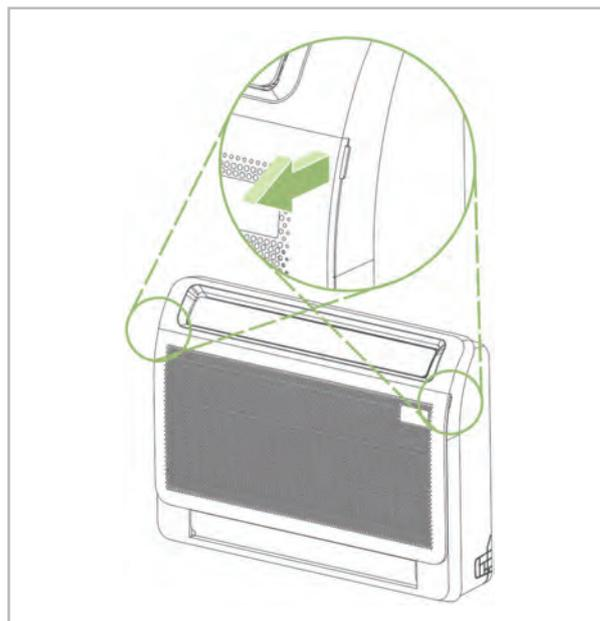

Abb. 29: Öffnen des Lufteintrittsgitters
1. ➔ Öffnen Sie das Lufteintrittsgitter (siehe Abb. 29).
1. ➤ Öffnen Sie das Lufteintrittsgitter (siehe Abb. 29).
1. Öffnen Sie das Lufteintrittsgitter (siehe Abb. 29).